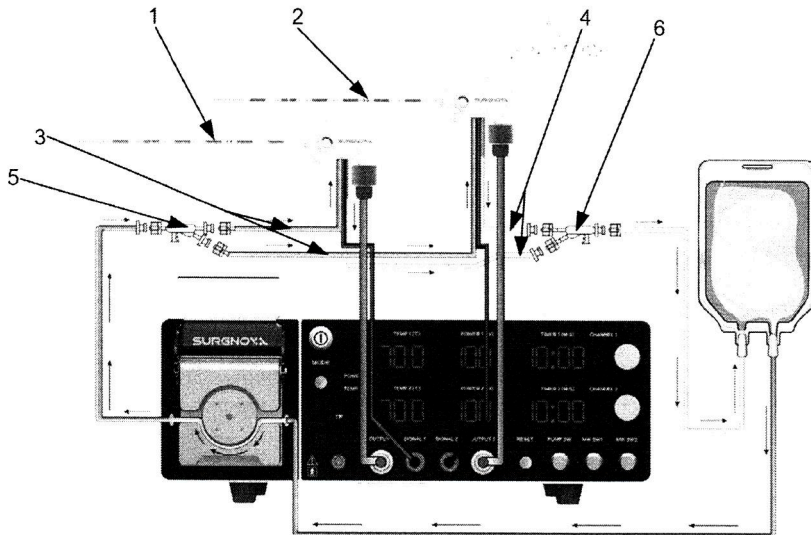

Fig. 5-2: Conexión de las antenas MWA dobles
5. Conecte el adaptador de tres vías A con el conector luer de los juegos de tubos de entrada-salida y dos antenas MWA. Conectar Con. 3 con el conector luer macho de los juegos de tubos de entrada-salida, y conecte los conectores Con.1 y Con. 2 con el conector luer hembra de las antenas MWA. La operación específica se muestra en la Fig. 5-2.
6. Conecte el adaptador de tres vías B con el conector luer de los juegos de tubos de entrada-salida y dos antenas MWA. Conectar Con. 3 con el conector luer hembra de los juegos de tubos de entrada-salida, y conecte los conectores Con. 1 y Con. 2 con el conector luer macho de las antenas MWA. La operación específica se muestra en la Fig. 5-2.